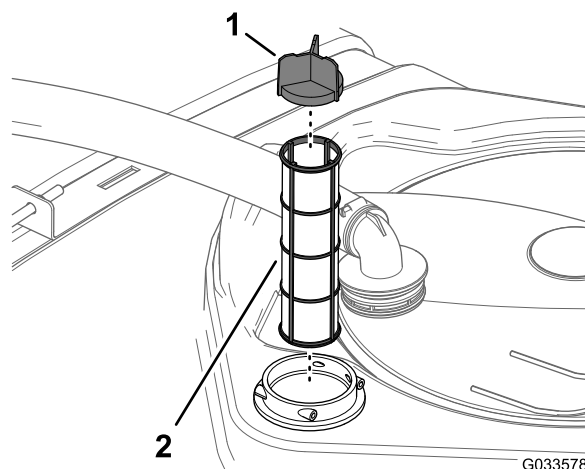

Figura 29
4. Puxe o filtro de sucção para fora do compartimento do filtro no tanque (Figura 29).